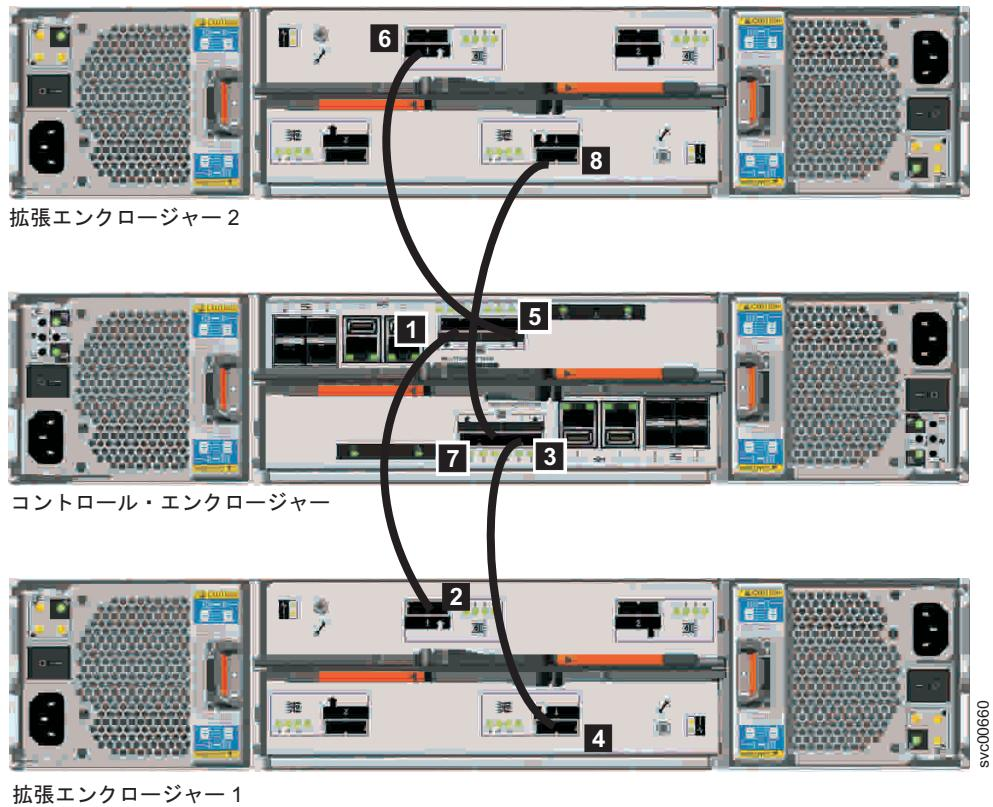

図 46. 2 台目の拡張エンクロージャーの追加
- コントロール・エンクロージャーの SAS ケーブルを 2 番目の拡張エンクロージャーに接続します (62 ページの図 46 を参照)。2 番目の拡張エンクロージャーはコントロール・エンクロージャーの上にあります。